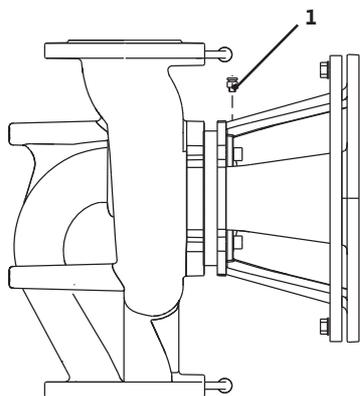

Fig. 41: Ilmanpoistovennttiili
- Ilmaa pumput avaamalla ilmausventtiilit (Fig. 41, kohta 1). Kuiva-käynti rikkoo pumpun liukurengastiiviteen. Paine-eroanturia ei saa ilmata (rikkoutumisen vaara).